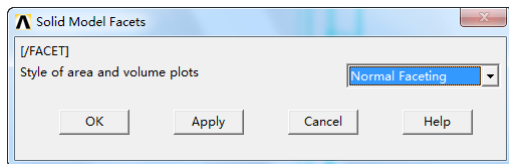

图 3-27 打开“Normal Faceting”
④打开“**Normal Faceting**”。
①选择实用菜单 **Utility Menu: PlotCtrls > Style > Solid Model Facets...**。
②在打开的对话框中，在下拉列表中选择“**Normal Faceting**”，然后单击“**OK**”按钮，如图 3-27 所示。